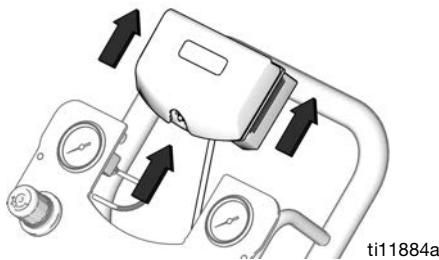

图 10. 取下 DataTrak
3. 卸下托架上的 DataTrak 模块。参见图 10。将 DataTrak 模块及连接电线一起拿到非危险场所。